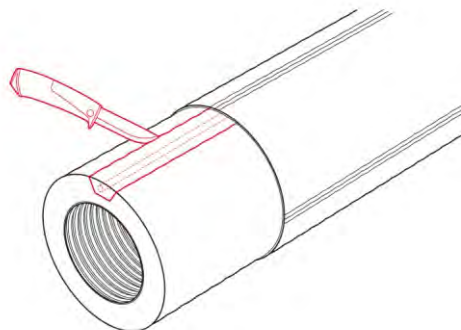

Рис. 3.6.5
5. Аккуратно вырезать сигнальные проводники из слоя теплоизоляции (рис. 3.6.5).